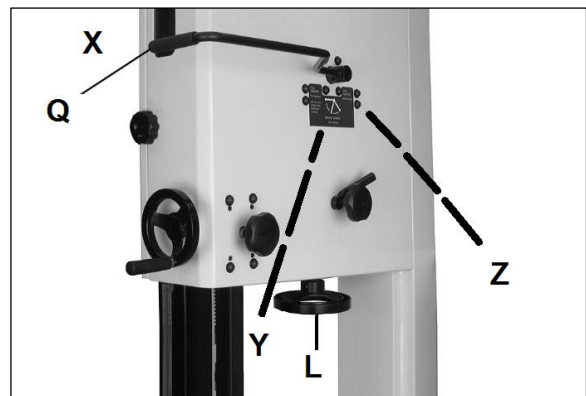

Fig 37
La tension de la lame est réglée avec la roue manuelle de tension de lame (L, Fig 37).
Pour faire fonctionner la machine, placez le levier de tension de lame rapide (Q, Fig 37) en position de tension complète (X).